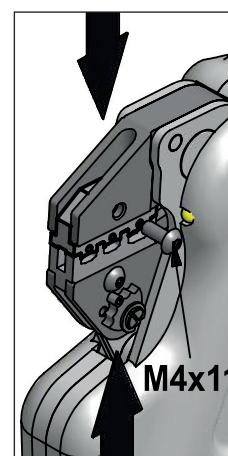

Abbildung 6
3. Durch kurzes Betätigen des Start-Tasters das Crimpgerät soweit zufahren, bis die obere Matrize mit der Schraube M4x11 angeschraubt werden kann (Bild 6).
3. Durch kurzes Betätigen des Start-Tasters das Crimpergerät soweit zufahren, bis die obere Matrize mit der Schraube M4x11 angeschraubt werden kann (Bild 6).